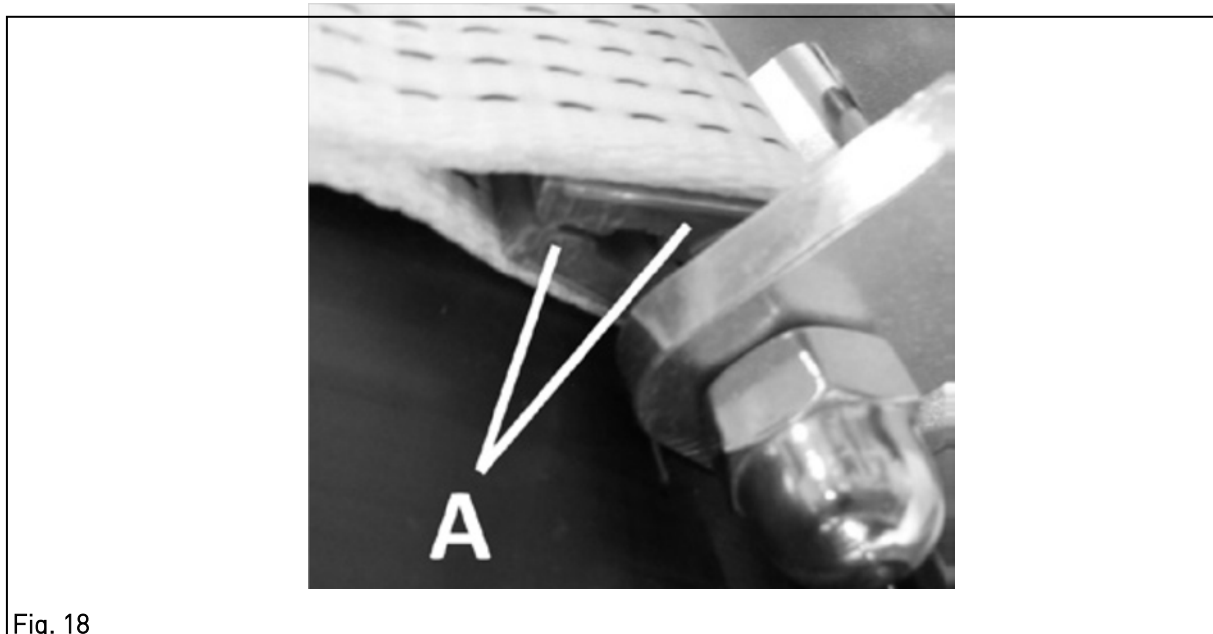

Fig. 18
11. Kontrollera att käftarna (A) på den röda fästindikatorn är förbundna med spännbältet, se Fig. 18